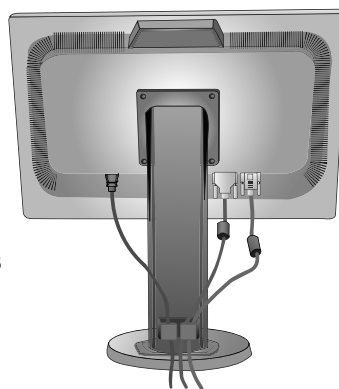
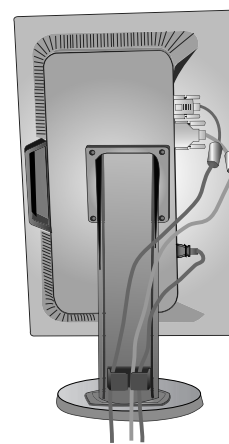

Figura B.2
Figura B.3
5. Coloque el cable de señal de vídeo y el de alimentación entre los agujeros del soporte, como se muestra en la **figura B.2/figura B.3**.